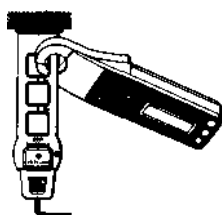

рис. 11
- (1) как показано ниже, модель 2006 установленная в позицию "1 х" ENERGIZER , измеряет электрический ток посредством двухжильных сетевых шнуров (до 10А переменного тока) (рис. 11)